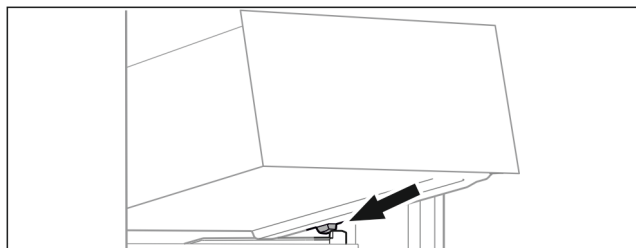

Fig. 15
- ▶ Nasadíte zásuvku šikmo za zarážkami na rebro nádoby Fig. 15 (1).